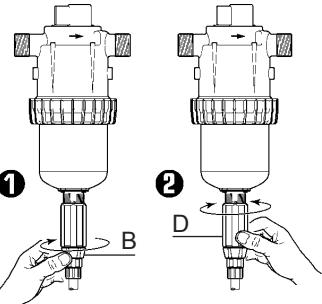

Fig. 12
- Desserrer la bague de blocage (Fig. 12-B).
- Resserrer la bague de blocage (Fig. 12-B).